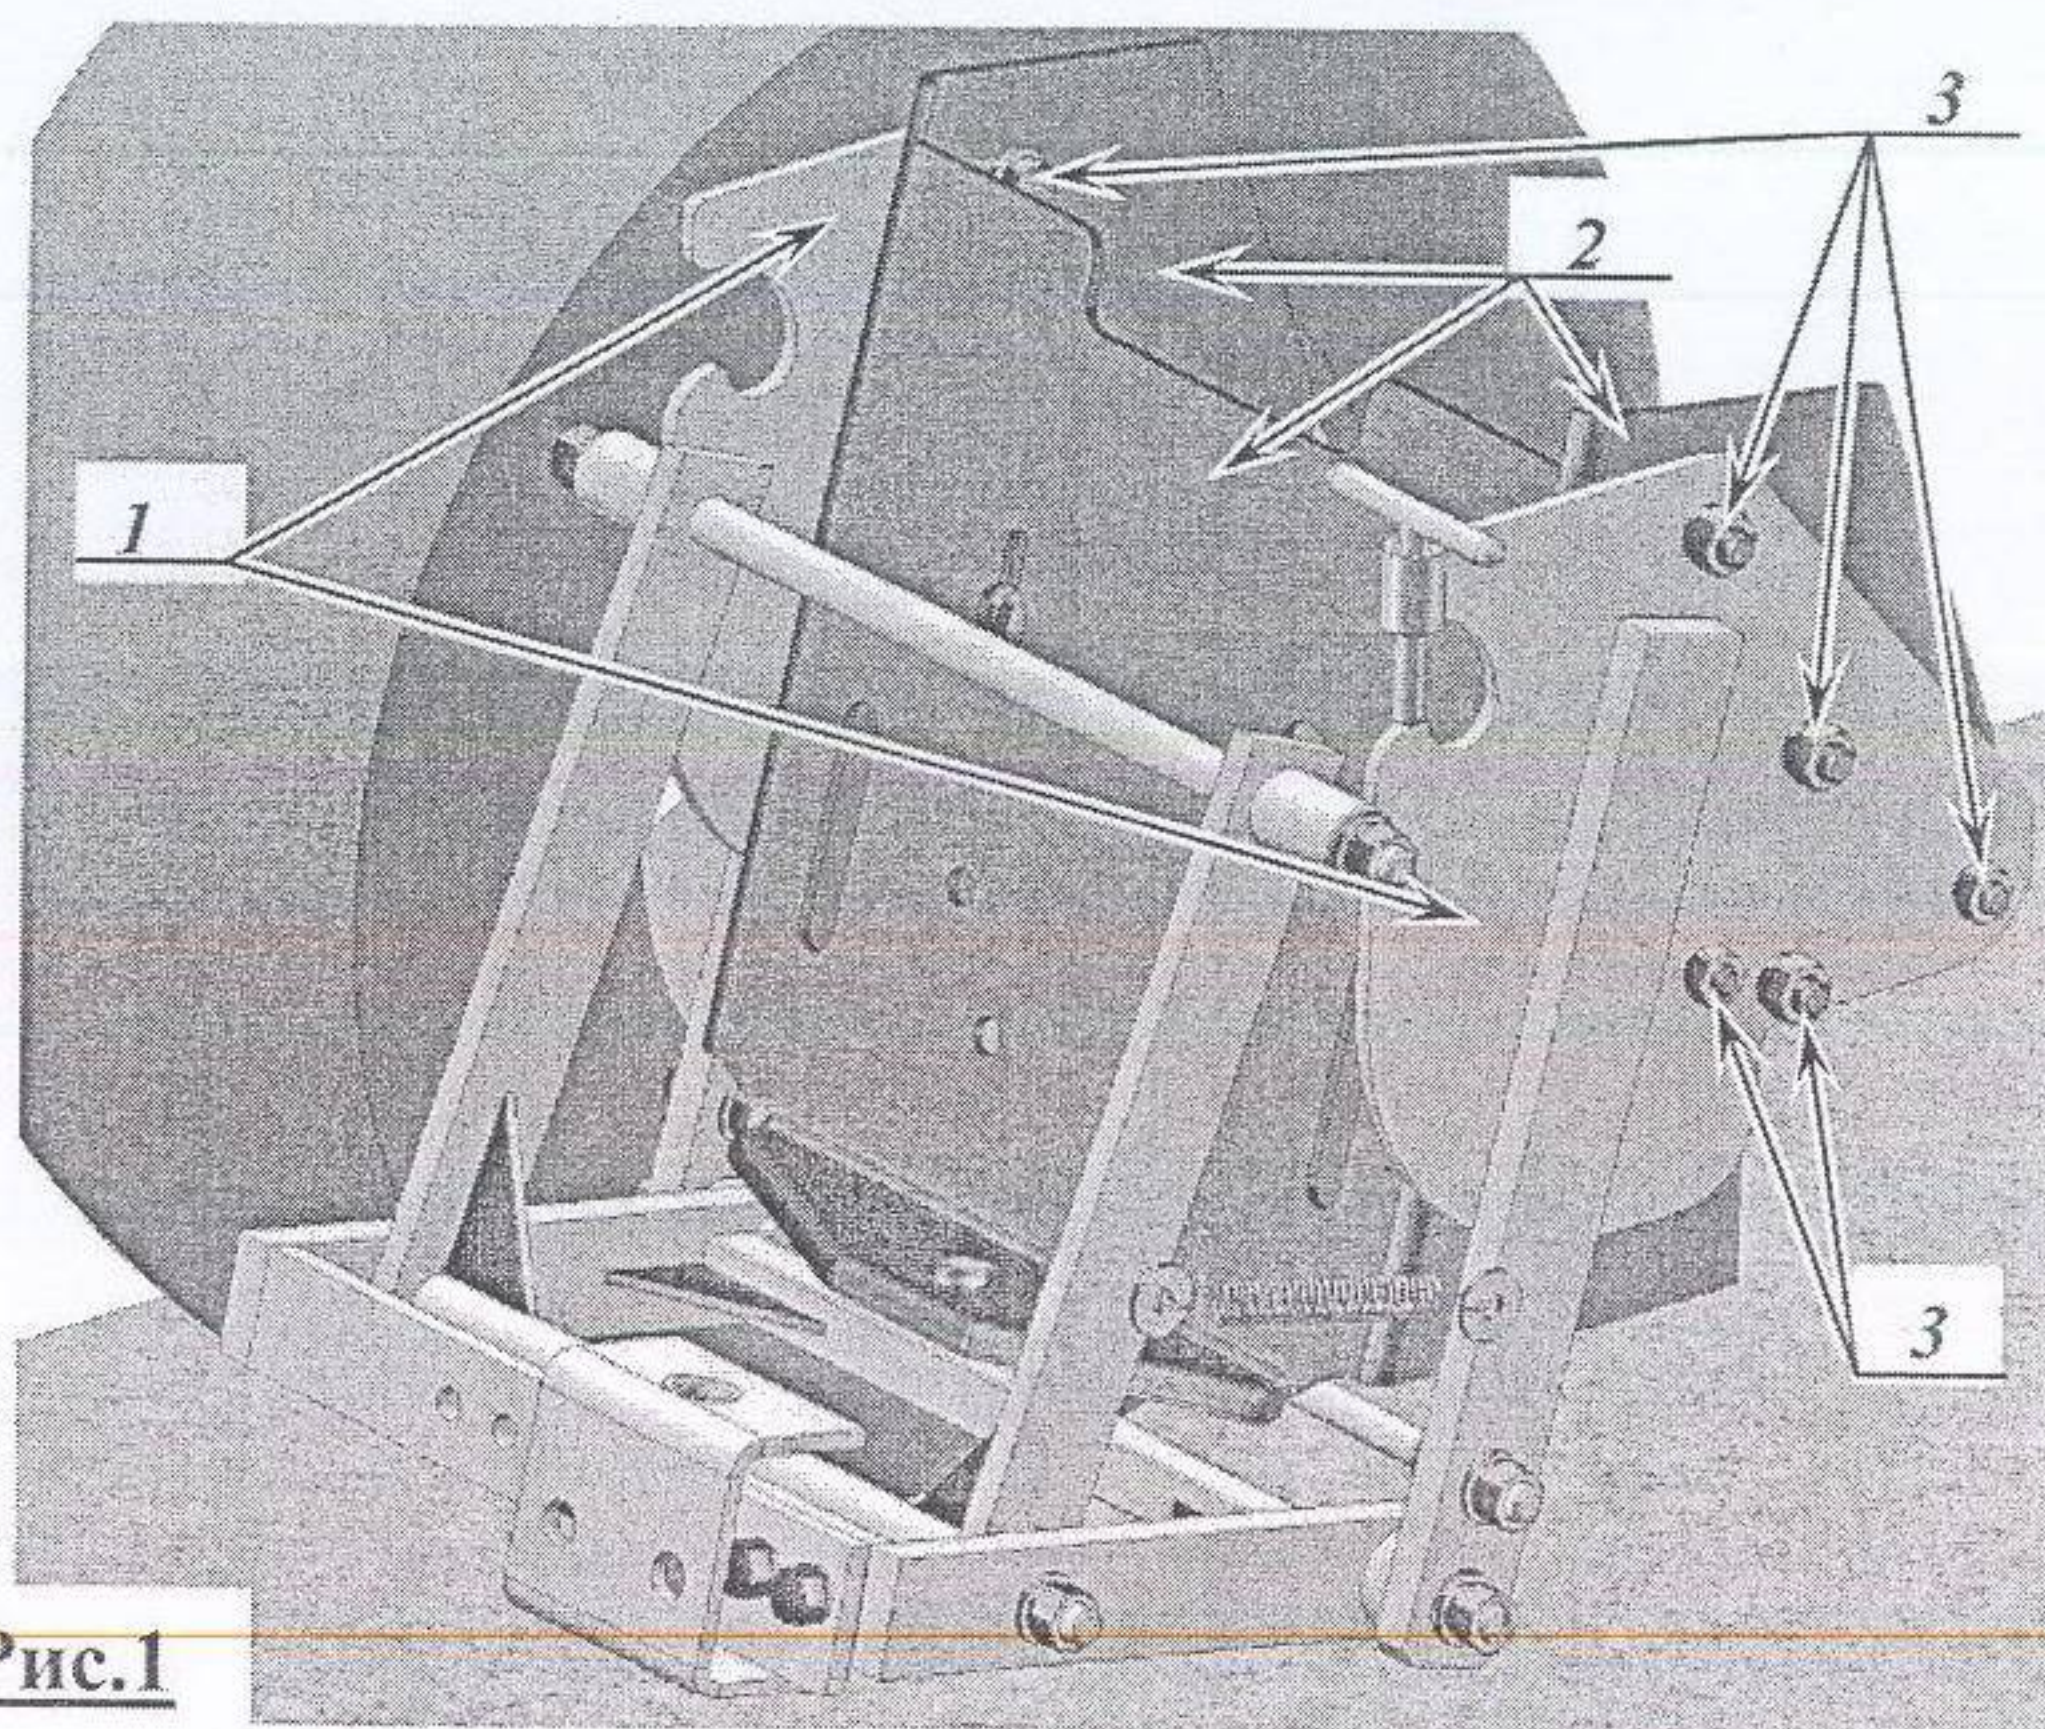

Рис.1
На рис.1 показано присоединение подъёмника (1) к раме (2) минитрактора (для удобства показа правое заднее колесо минитрактора на рис.1 не изображено).
Подъёмник присоединяется при помощи болтовых соединений (3) к раме (2) на соответствующие отверстия (с двух сторон) как показано на рис.1.